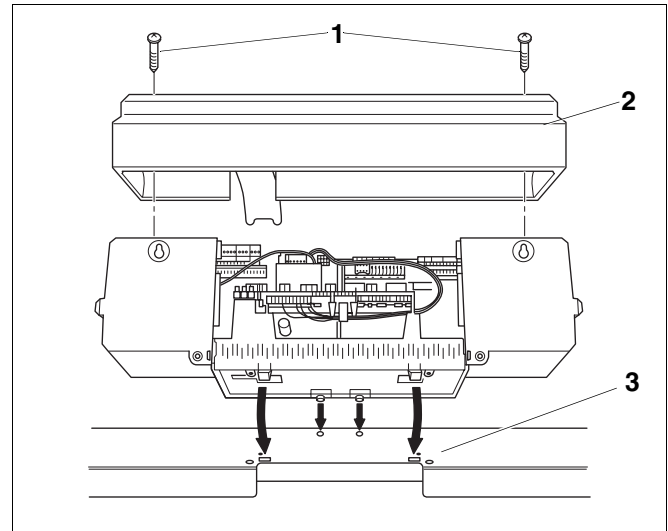

Abb. 10 Regelsystem Logamatic 4000 öffnen
- Die beiden Blechschrauben (Abb. 10, **Pos. 1**) von oben aus der Klemmenabdeckhaube (Abb. 10, **Pos. 2**) herausdrehen und Haube abnehmen.
- Regelgerät leicht nach vorne kippen und so auf die vordere Kesselhaube aufsetzen, dass sich die Einschiebehaken vorne in die ovalen Bohrungen einführen. Regelgerät nach vorne schieben und hinten abkippen, bis die beiden elastischen Haken rechts und links einrasten (Pfeile-Abb. 10).
- Kapillarrohrleitung durch den Kabeldurchgang (Abb. 10, **Pos. 3**) führen und auf Bedarfslänge abrollen.
- Klemmenabdeckhaube aufsetzen und mit 2 Blechschrauben verschrauben (Abb. 10).